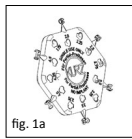
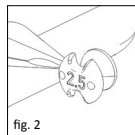

fig. 1a
fig. 2
■ **fig. 1a, 1b/2** Discul separator (fig. 1a, 1b) pentru protezele parțiale are șase separatoare individuale aplicate în formă de satelit de lungimi diferite (2,0-4,5 mm). Pe partea posterioară a unui separator este indicată lungimea corespunzătoare (fig. 2). Decupările și găurile servesc la reducerea greutateii precum și la o vedere de ansamblu mai bună în timpul procedurii de măsurare în urechea medie.
■ 图 1a, 1b/2 用于部分听骨假体置换的测量模具(图1a, 1b)上有6个卫星状排列的测量头, 测量范围从2.0mm到4.5mm。每个测量头相应的尺寸刻在背面(图2)。模具上的孔洞设计, 一是为减轻模具重量, 二是为测量提供清晰的视野。